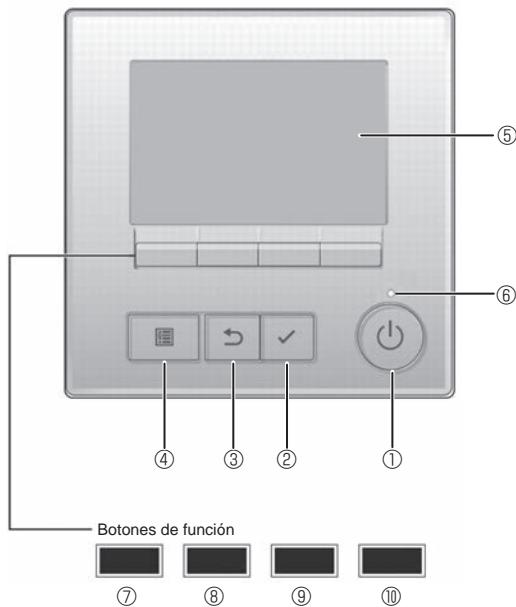

Fig. 7-1
7.2.1. Utilizar el controlador remoto cableado (Fig. 7-1)
① Botón [ENCENDIDO/APAGADO]